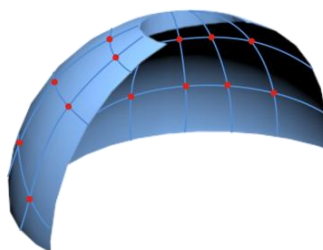

Рисунок 72. Сфера
- **Сфера.** Для измерения необходимо от **пяти** различных точек расположенных не в одной плоскости. Восстановленный элемент – сектор сферы, включающий в себя измеренные точки (см. **Рисунок 72**).